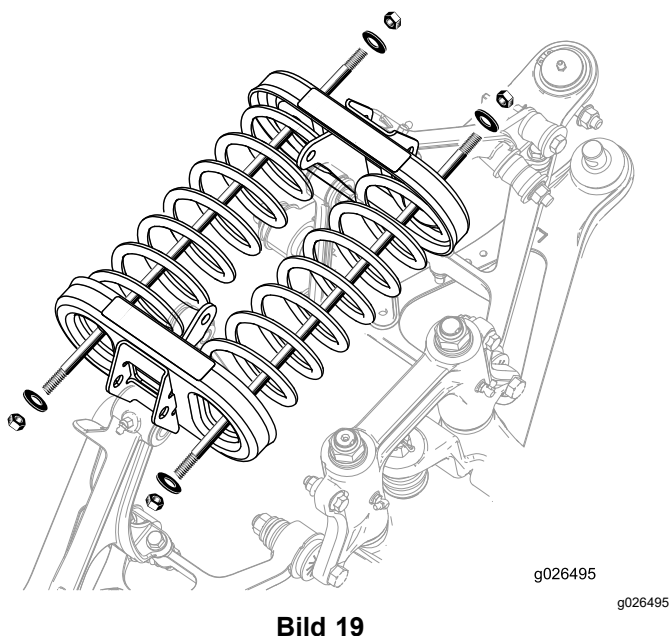

Bild 19
3. Befestigen Sie die Schrauben und Scheiben an beiden Seiten der Stange (Bild 19).
4. Ziehen Sie eine Mutter an jeder Stange an, um die Federn zu befestigen (**Bild 19**).